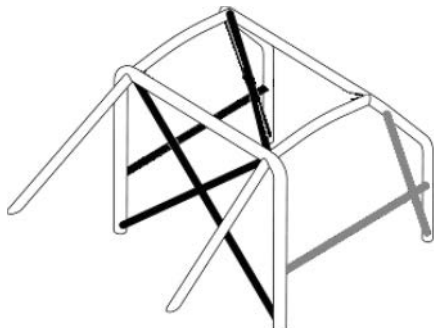

Рис.4.
3.4.1. Каркас безопасности, соответствующий Приложению 14 к КиТТ РАФ обязателен. Минимальная схема каркаса должна соответствовать Рис.4. В качестве усиления крыши может быть установлен только один диагональный элемент, но его переднее соединение должно быть расположено на стороне пилота. Каркас может быть построен по общим требованиям (Ст.253-8 Приложения J) либо быть омологирован FIA в VO/VR или омологирован (сертифицирован) Производителем в НАФ.